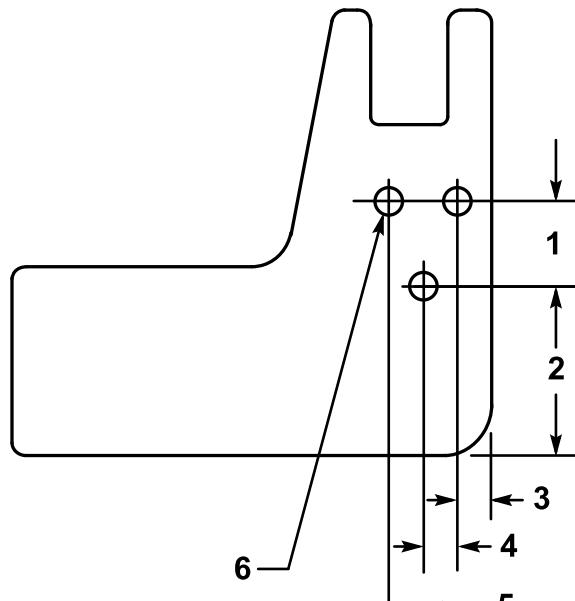

図 7
**注** 昇降アームに後クレードルの取り付け穴がついていない場合には、図 7 に示された寸法にしたがって取り付け穴（直径10.31mm）を3つ開ける；各昇降アームに3つの取り付け穴が必要となる。